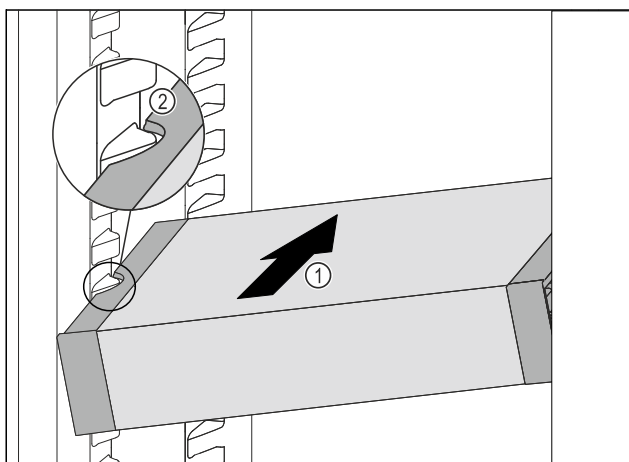

Fig. 131
- ▶ Zasuňte VarioSafe do chladničky pod úhlem tak Fig. 131 (1), aby vybrání na bocích Fig. 131 (2) VarioSafe byla na úrovni žebrování na nádoby v chladničce.